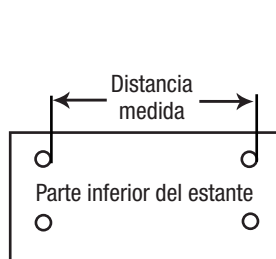

Figura 1
PASO 1: Seleccione la ubicación deseada para el equipo de estante, mida la distancia del orificio ubicado en la parte inferior del estante para la conocer distancia correcta entre las Ménsulas como se muestra en la **Figura 1**.